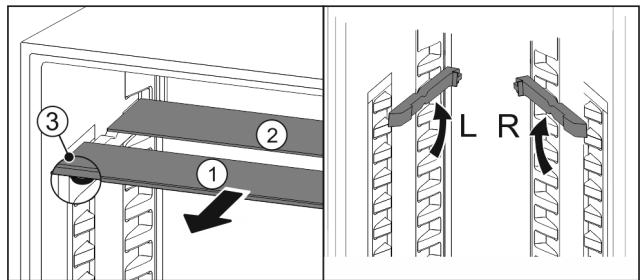

Fig. 107
- ▶ По одной извлеките Fig. 107 (1) стеклянные панели движением вперед.
- ▷ Стеклянная панель Fig. 107 (1) с декоративной планкой лежит спереди.
- ▷ Стопоры Fig. 107 (3) показывают вниз.